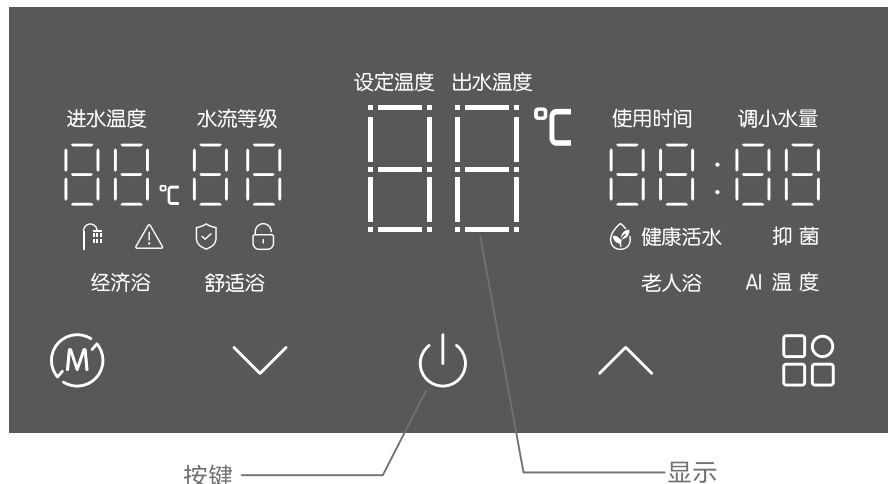

图2
- 接通电源，蜂鸣器长鸣一声，同时全屏显示3秒，然后灭屏。（操作板示意图见图2）